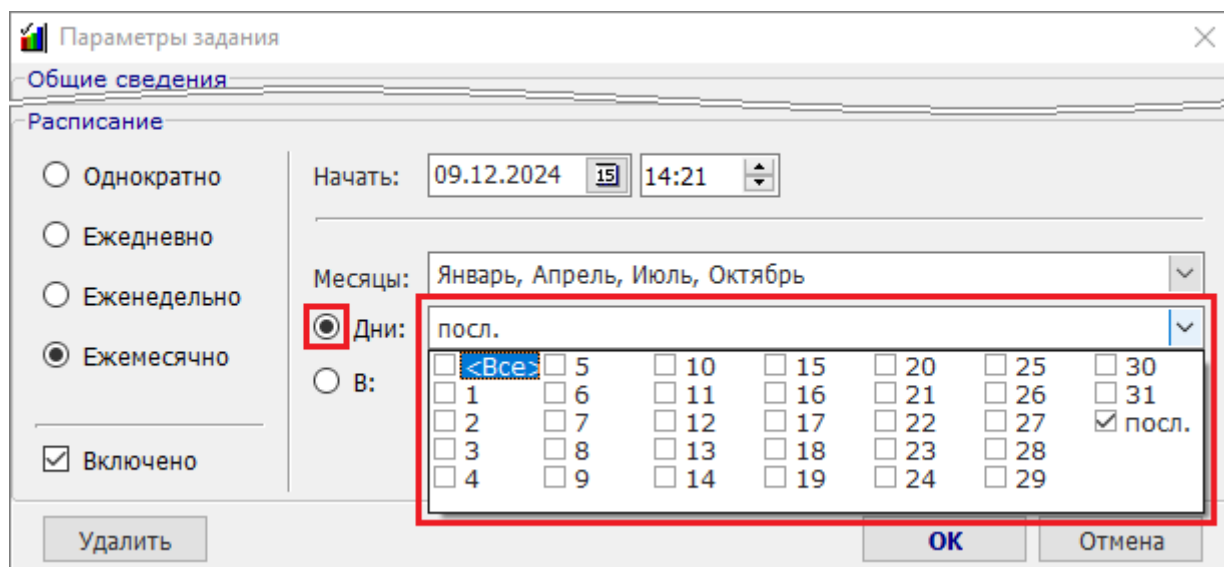

Рисунок 11-265 Выпадающий список выбора чисел месяца
- 1) выбором числа месяца. Чтобы задать дни автогенерации выбором числа месяца, установите флаг «Дни» и выберите (установкой флагов) в выпадающем списке числа месяца, в которые необходимо осуществлять автогенерацию (см. Рисунок 11-265). В выпадающем списке выбора чисел месяца доступен как выбор чисел с 1 до 31, так и значение «посл.», соответствующее последнему числу месяца;